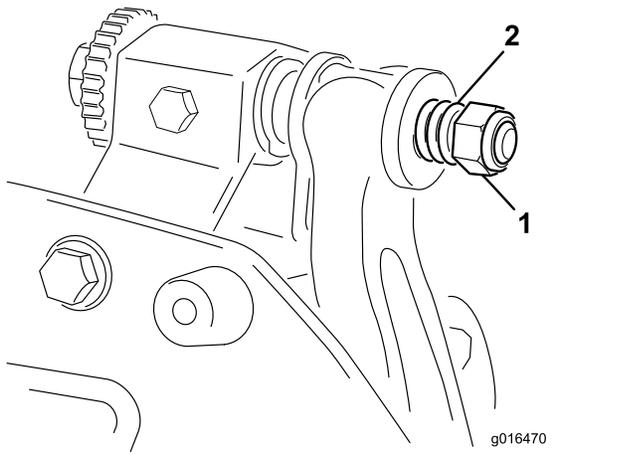

Figura 21
- Apriete la tuerca de tensado del muelle hasta que el muelle esté comprimido del todo, luego aflójela 1/2 vuelta (Figura 21).